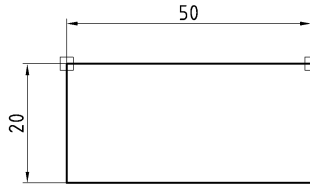

Рис. 43. Пример простановки *линейного размера*
5. Выставить размерную линию и щелкнуть ЛКМ (рис.43)